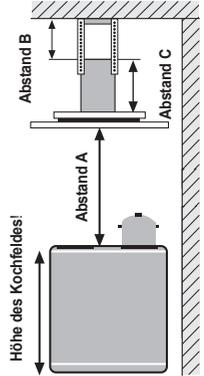

Abb. 14
Unter Beachtung des Mindestabstandes die Einbauhöhe der Haube ermitteln (siehe Abb. 9). Die Höhe der montierten Haube wird im nächsten Schritt durch die Montage der vier Montagewinkel (23) am Motorblock (12) bestimmt (Abb. 14). Zu diesem Zweck sind die Montagewinkel (23) mit ausreichend Bohrungen versehen.